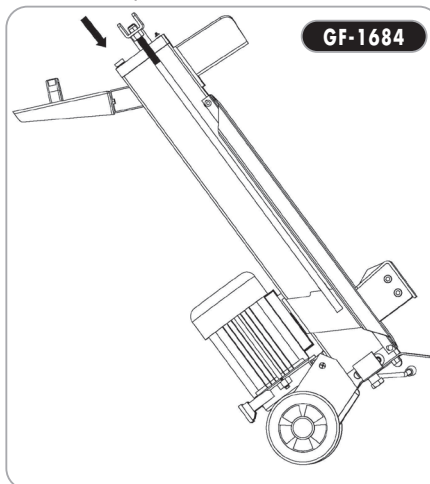

Fig.13
- Reumpleti cu ulei hydraulic proaspat conform capacitatii de ulei hydraulic al fiecarui model indicat in tabelul de specificatii tehnice (Fig.13).